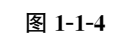

图 1-1-4
2.1:1 抄绘图 1-1-4 所示图形,并标注各圆弧的类型(已知线段、连接线段和未知线段)(10 分)